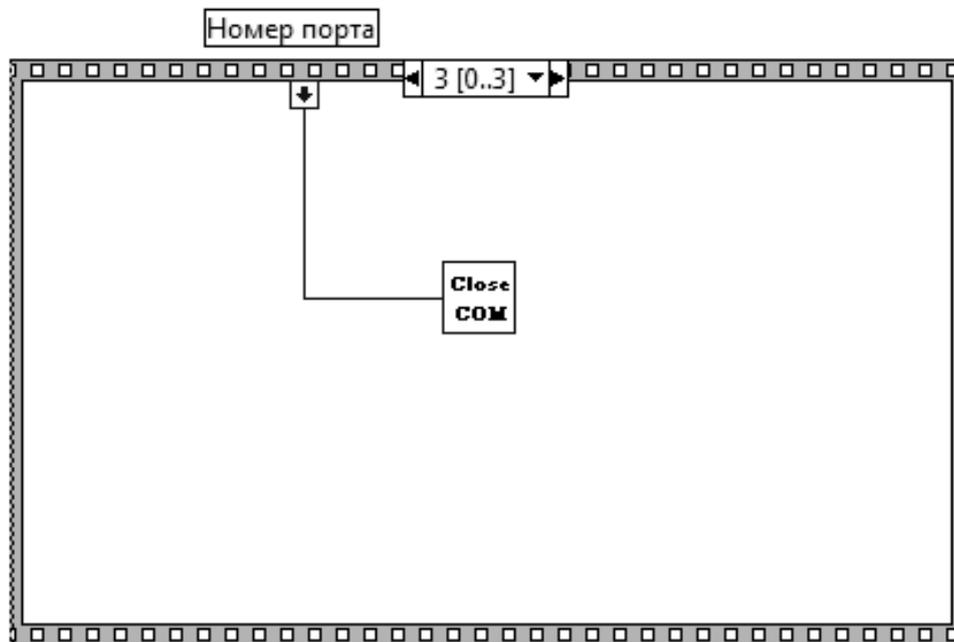

Рис. 27. Последняя страница структуры «последовательность»
1) Выбрать ссылку «I-7560/I-7561/I-7563(Driver)» (рис. 27).